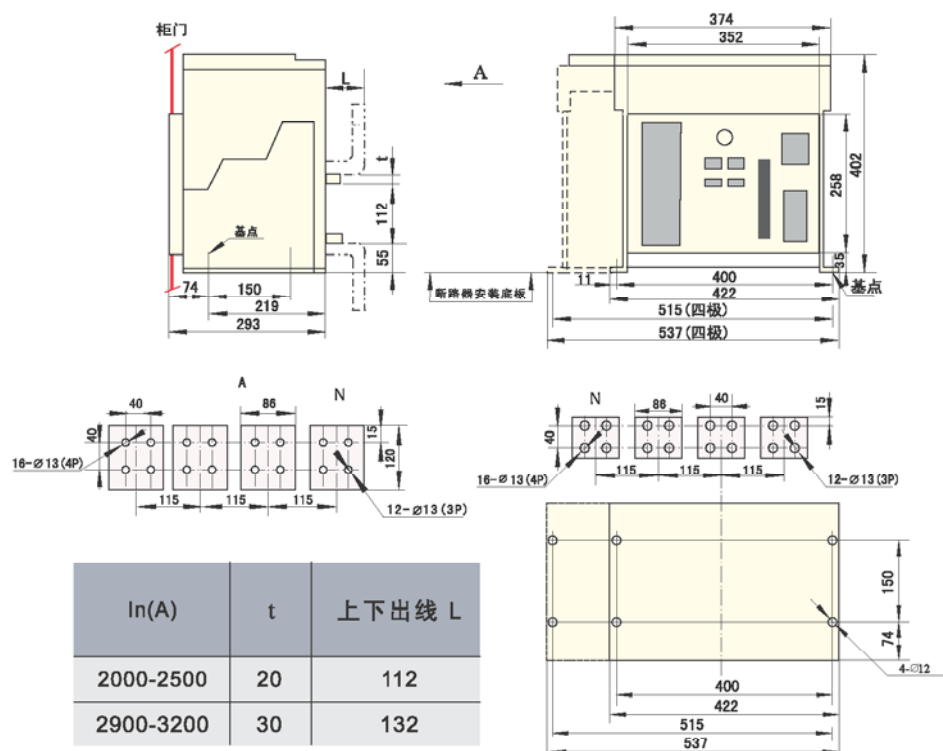

图23
7.4 ZW1-3200型外形尺寸及安装尺寸 (见图23) (固定式)